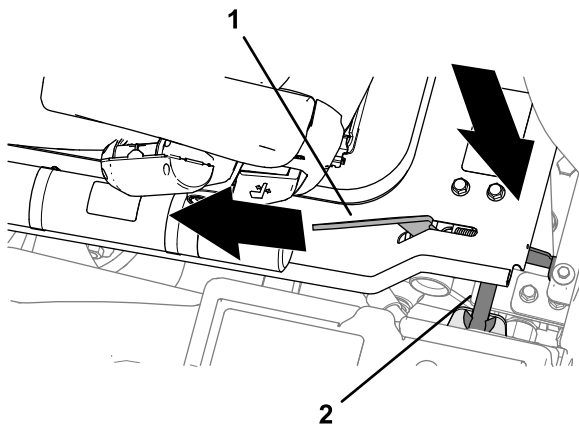

Рисунок 51
2. Когда платформа почти полностью опустится, переведите ручку защелки платформы (Рисунок 51) в направлении передней части машины.